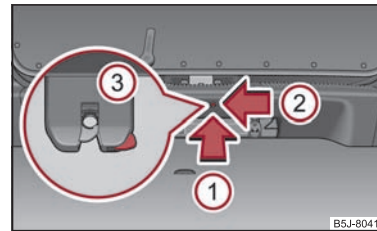

Abb. 29 Notentriegelung der Gepäckraumklappe
- Führen sie in die Öffnung in der Verkleidung in Pfeilrichtung ① ⇒ Abb. 29 einen Schraubenzieher oder ein ähnliches Werkzeug bis zum Anschlag ein.
- Entsichern Sie das Schloss ③ unter der Verkleidung in Pfeilrichtung ②.